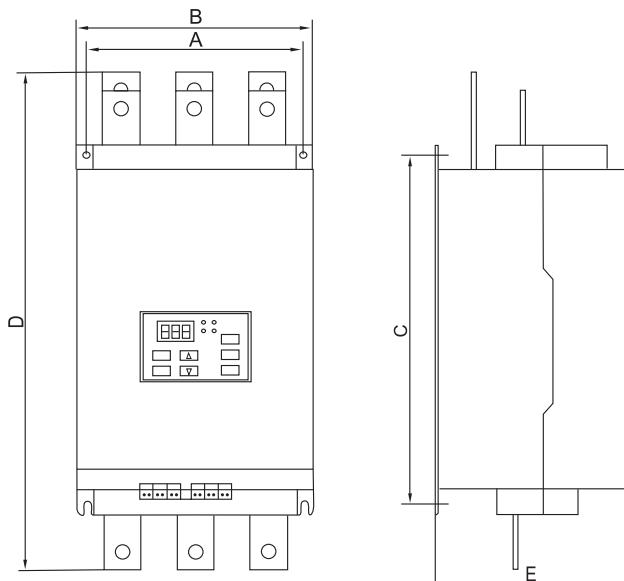

图2 90~315kW
| NJR1D-75 | 140 | 75 | 230 | 258 | 378 | 530 | 205 | 12 | 图2 | | | |
② 外控端子的接线
- 软停输入端, 端子X3和X4, 开关输入为瞬时闭合或在软起开关输入时同时断开X3和X4, 可参照基本配线图2。